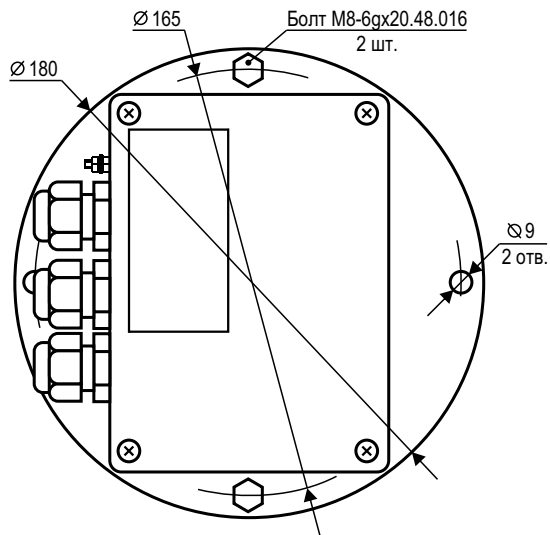

Рисунок 4 – Термоподвеска ТУР-01.00 - ТУР-01.29
- ТУР-01.00 – ТУР-01.29 – ЧЭ представляет собой трубчатую оболочку из нержавеющей стали 12Х18Н10Т и предназначена для эксплуатации в железобетонных емкостях (рисунок 4).